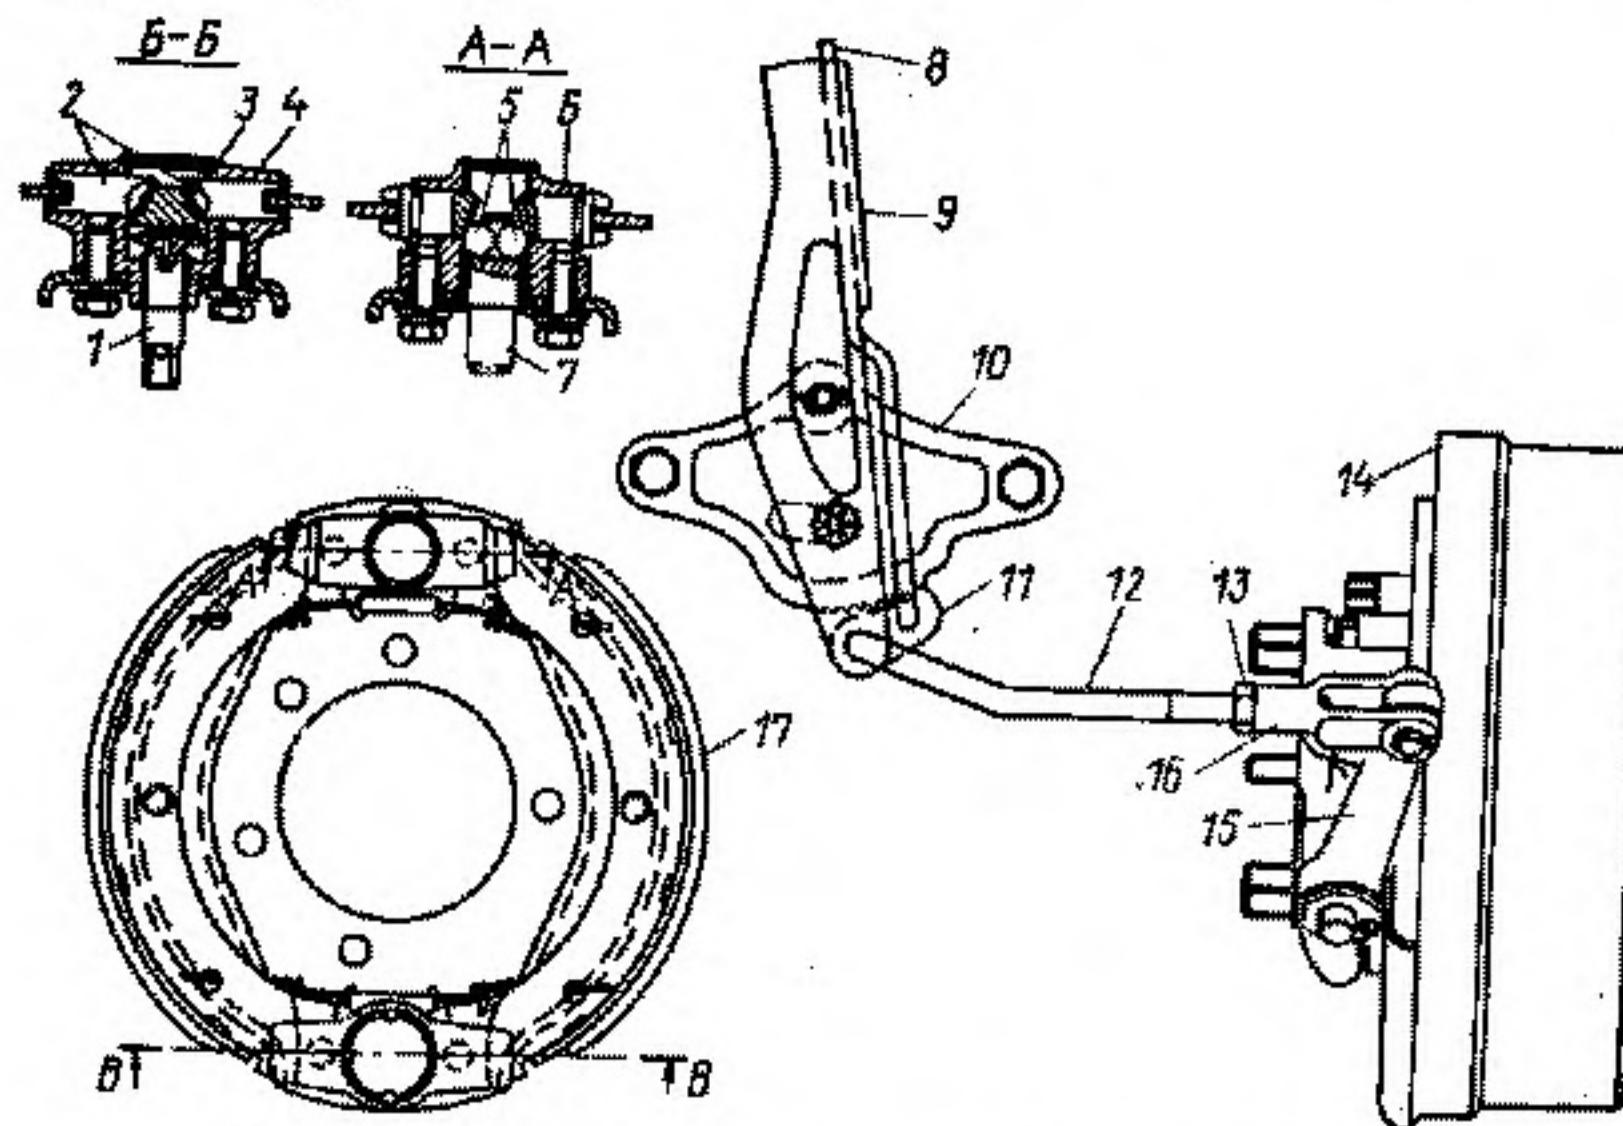

Рис. 67. Стояночный тормоз автомобиля ГАЗ-53-12:
- Поставить рычаг 9 (рис. 67) тормоза в крайнее переднее положение.